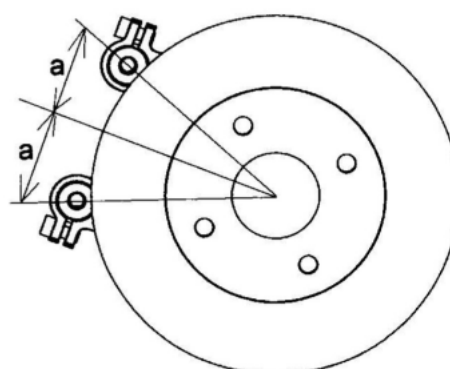

Рисунок 15
2. После позиционирования направляющей прямо по центру переходника, затяните болты М10 крепежного адаптера (см. рис.15).
4. После позиционирования направляющей прямо по центру переходника, затяните болты М10 крепежного адаптера (см. рис.15).